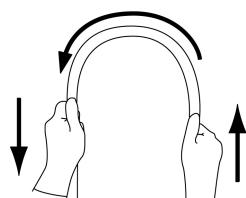

図1
4. 挿入部を両手で持ち、全長にわたって図1に示すように順次半円の頂点をすらすらと曲げたときに、適切な軟らかさを有しており、軟らかさが不連続になっているなどの異常がないこと。